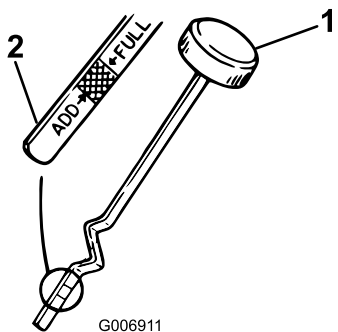

Figure 18
- Retirez la jauge d'huile et essuyez soigneusement l'extrémité métallique (Figure 18).